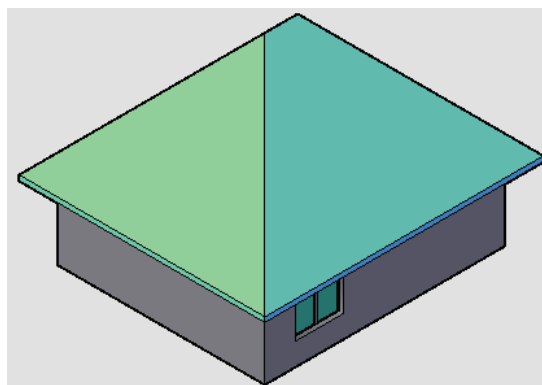

图 7-76 三维效果
4) 将当前视图转换为“西南等轴测视图”，查看屋顶的三维效果，如图 7-76 所示。